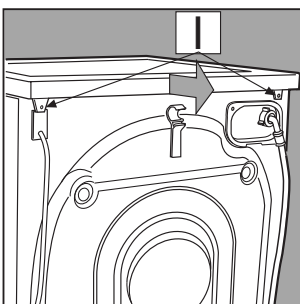

Fig. 3
2. Démontez le dessus en dévissant les deux vis I puis tirez-le vers vous [fig. 3].